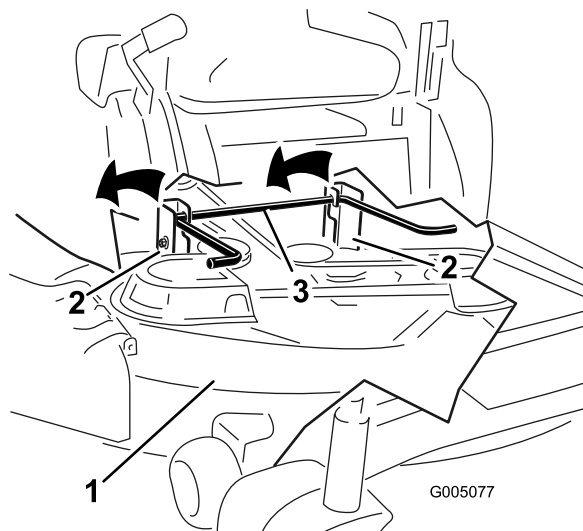

Figure 59
5. Soulevez et enlevez le plateau de coupe et les supports de la tige de levage arrière et abaissez la tondeuse au sol avec précaution (Figure 59).
5. Soulevez l'arrière du plateau de coupe et guidez les supports sur la tige de levage arrière (Figure 59).